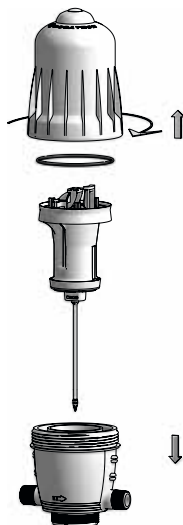

Fig. 35
- Dévisser le couvercle à la main (Fig. 35) et le retirer.